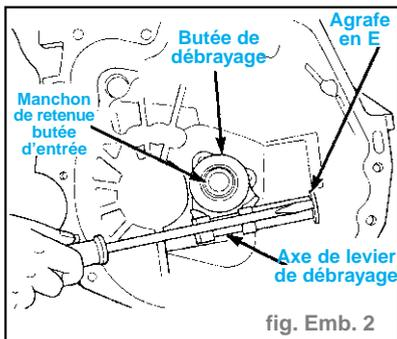

fig. Emb. 2
- Déposer l'agrafe en E de l'axe de débrayage. (fig. Emb. 2)